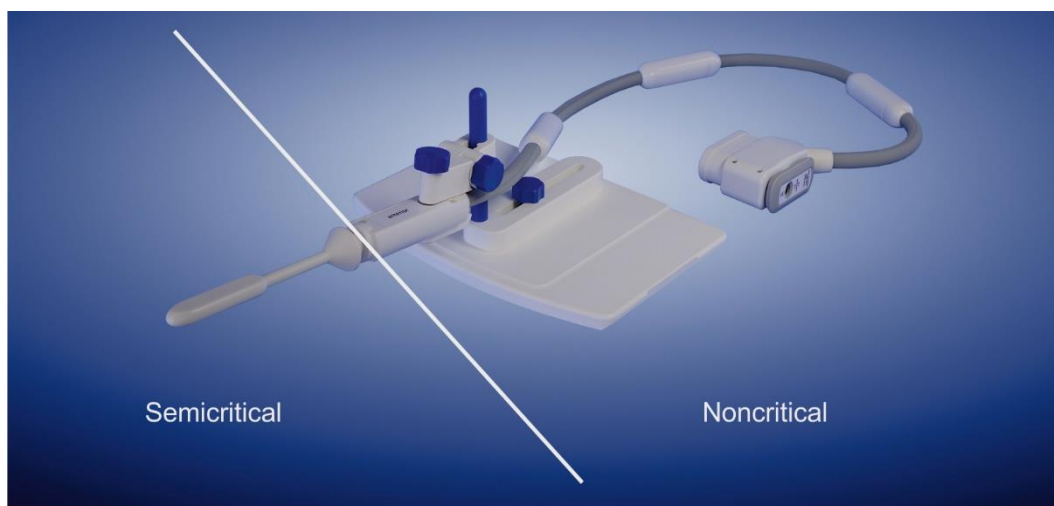

Figura 14: Classificação das partes do produto no que diz respeito ao reprocessamento.
- a. Prenda a cobertura no conector da bobina (ver Figura 14).
Este dispositivo, exceto a sonda de RM, é classificado como um item não crítico no que diz respeito ao reprocessamento. A sonda de RM é classificada como um produto médico semicrítico no que diz respeito ao reprocessamento (ver Figura 14). Por conseguinte, é necessário efetuar uma desinfecção de alto nível da sonda de RM.